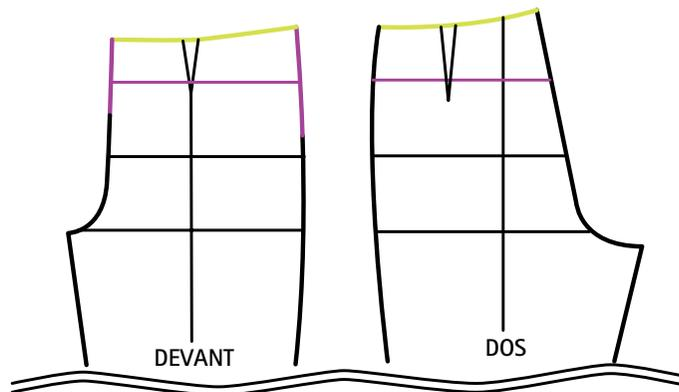

FIG. 2
– la découpe en vert (fig. 2) est placée environ 5 cm en dessous de la ligne de taille. Dans ce cas, conserver les bouts de pinces restantes.